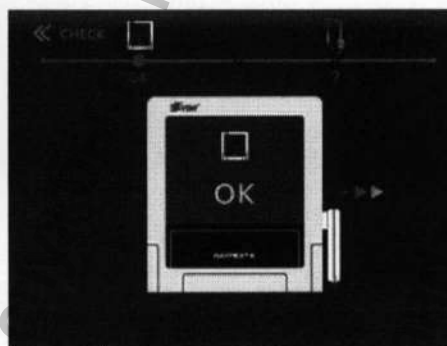

Рис. 30. Прибор в порядке
- или OK (рис. 30) при безупречном функционировании прибора,